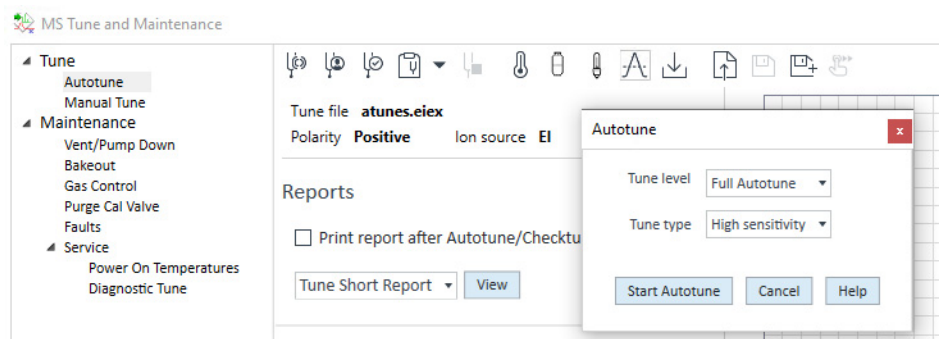

Figure 34. Configuration d'Autotune.
- 6 Pour utiliser un nouveau fichier de réglage, cliquer sur l'icône **Full Autotune** (Autotune complet). Si un Autotune complet a déjà été exécuté sur un fichier de réglage, cliquer sur l'icône **Autotune Options** (Options Autotune) et sélectionner un **Tune level** (Niveau de réglage) pour exécuter **Detector Gain** (Gain du détecteur) seulement, **Mass Axis and Detector gain** (Axe massique et gain du détecteur) seulement ou **Full Autotune** (Autotune complet). Vous pouvez également définir le **Tune type** (Type de réglage) sur **Standard sensitivity** (Sensibilité standard) ou **High sensitivity** (Sensibilité élevée). (Voir **Figure 34** page 133.)